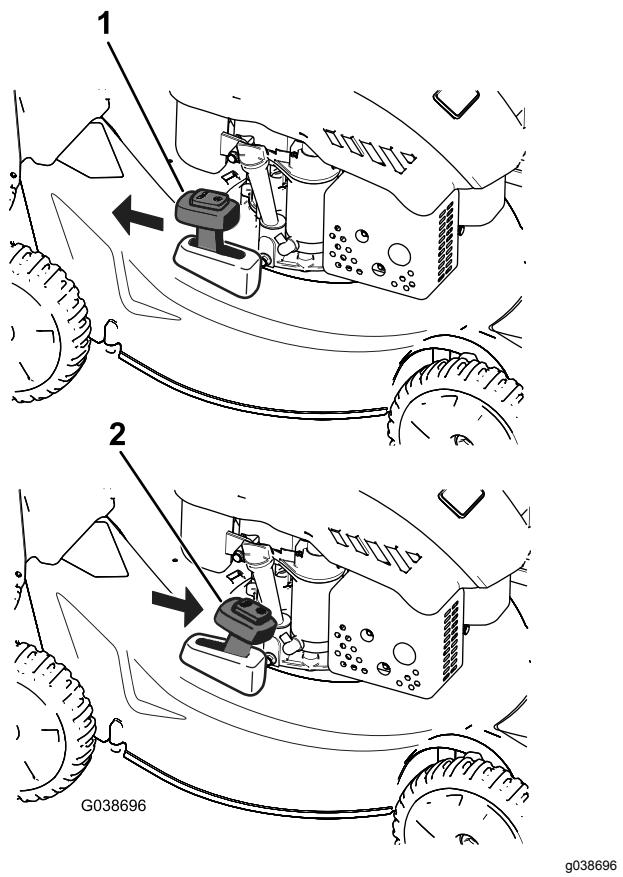

Figure 18
Pour recycler l'herbe coupée, placez le levier de ramassage sur demande en position RECYCLAGE (Figure 18).
2. Montez le bac à herbe ; voir Montage du bac à herbe \(page 13\) et amenez le levier de ramassage sur demande en position de RAMASSAGE, comme montré à la Figure 18.
Remarque: Si le bac à herbe est monté sur la machine, enlevez-le avant de procéder à l'éjection arrière de l'herbe coupée ; voir Retrait du bac à herbe \(page 14\). Le levier de ramassage sur demande doit être en position RAMASSAGE comme montré à la Figure 18.